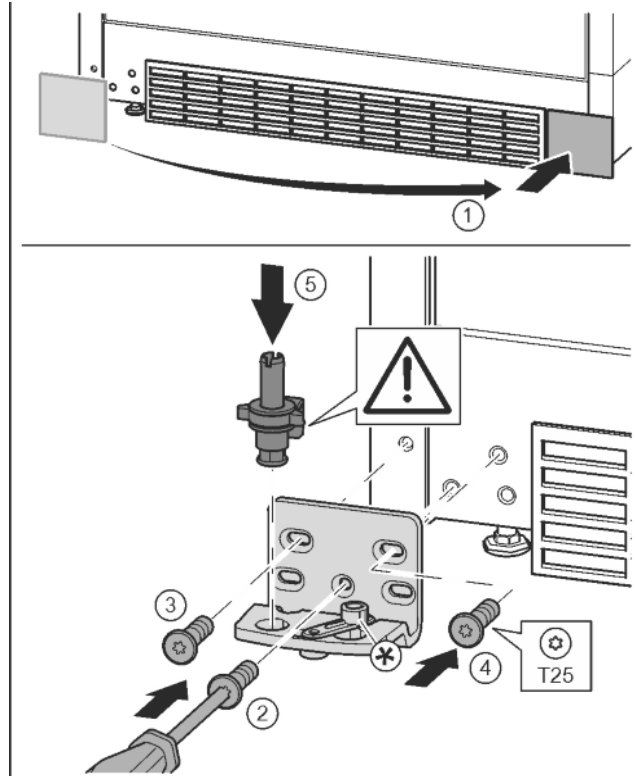

Fig. 17
- ▶ Свалете капака и го поставете от другата страна. Fig. 17 (1)
- ▶ Поставете лагерната стойка от другата страна и я завийте с помощта на отвертка T25. Започнете с винт 2 долу в средата. Fig. 17 (2)
- ▶ Затегнете винт 3 и 4. Fig. 17 (3, 4)
- ▶ Вкарайте изцяло лагерния болт. При това обърнете внимание на това, фиксиращата гърбица да сочи назад. Fig. 17 (5)